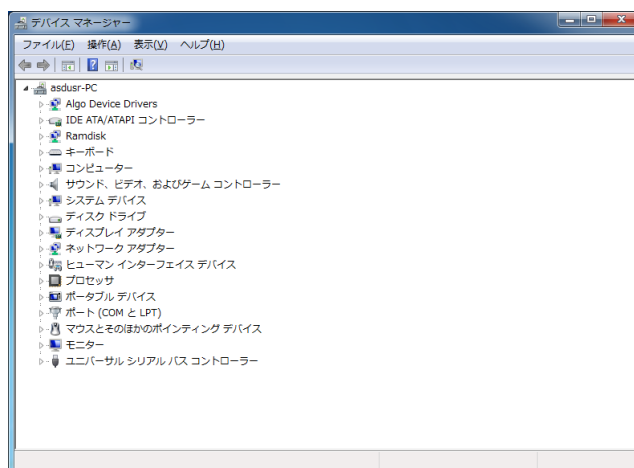

図 3-3-7-1. デバイス マネージャー
- ① スタートメニューから[コントロール パネル]を選択します。
- ② [コントロール パネル]が開きます。[システム]を実行します。
- ③ ダイアログが開きます。[デバイス マネージャー]を選択します。
- ④ [デバイス マネージャー]が開きます。(図 3-3-7-1)